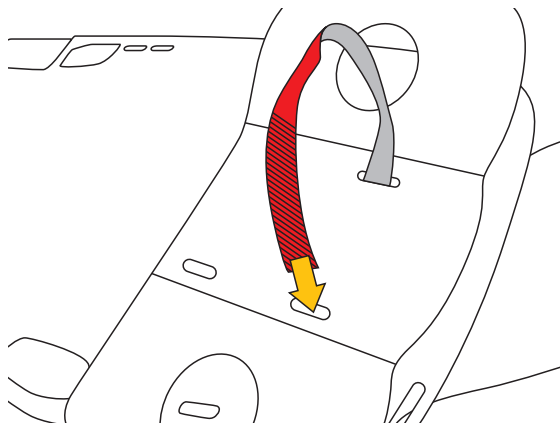

Fig.4
a) Inserire le fettucce di velcro nelle fessure del fermacapo e della tavola spinale (fig. 4).